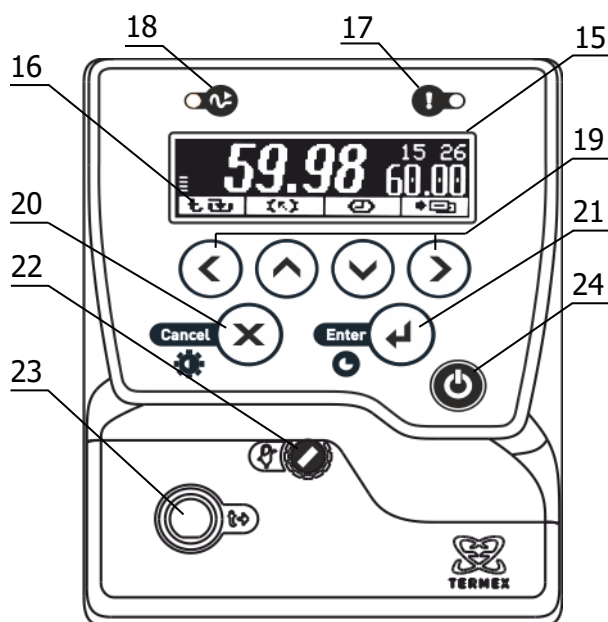

Рисунок 2 – Лицевая панель
Система безопасности блока регулирования отключает двигатель насоса и нагреватель при срабатывании хотя бы одной из защит или неисправности датчика температуры (0). При срабатывании системы безопасности раздается звуковой сигнал, загорается индикатор 17 (рисунок 2) и на дисплей 15 выводится информация о причине неисправности.
2.3.1 После подключения сетевого кабеля к электрической сети блок регулирования переходит в режим ожидания. Подключение сопровождается кратковременной подсветкой дисплея 15 (рисунок 2).
2.3.6 Для регулировки яркости подсветки или контраста дисплея нажать кнопку 20 (X), выбрать изменяемый параметр кнопками (▲) и (▼) и установить его значение кнопками (◀) и (▶). Зафиксировать изменение нажатием кнопки 21 (↔) (рисунок 2).
2.7.6 Для выбора уставки в качестве текущей кнопками (▲) и (▼) подвести к ней указатель. Значение отмеченной указателем уставки дублируется крупными цифрами в правой части дисплея. Для подтверждения выбора отмеченной уставки нажать кнопку 21 (←). Для отмены выбора нажать кнопку 20 (×) (рисунок 2).
2.7.7 Для изменения численного значения отмеченной указателем уставки нажать кнопку (▶). На рамке, обрамляющей значение уставки в правой части дисплея, появятся «засечки», указывающие на изменяемую позицию в численном значении. Цифра в отмеченной позиции мигает. Нажатиями кнопок (▲) и (▼) установить требуемую цифру в отмеченной позиции. Если удерживать кнопку нажатой, значение уставки будет изменяться непрерывно. Нажатиями кнопок (◀) и (▶) переместить отметку изменяемой позиции. Дискретность изменения значения уставки зависит от положения изменяемой позиции: если отмечена позиция десятков, то при единичном нажатии кнопки (▲) или (▼) значение уставки изменится на 10 °С. Если отмечена позиция десятых долей, то значение уставки изменится на 0.1 °С соответственно. Закончить ввод нового значения уставки нажатием кнопки 21 (←). Для возврата к значению уставки до ее изменения нажать кнопку 20 (×) (рисунок 2).
2.8.3 При срабатывании защиты раздается звуковой сигнал и загорается красный индикатор срабатывания системы безопасности 17 (рисунок 2). Работа насоса и нагревателя будет блокирована. На дисплее отобразится текущее состояние системы защит.